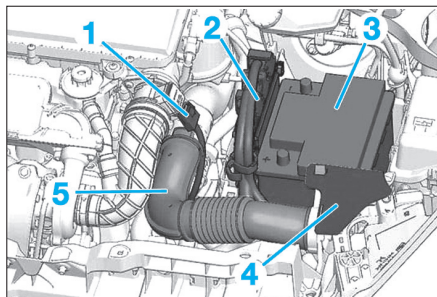

Fig. 5
- Débrancher le connecteur (1) du débitmètre d'air (Fig.5).